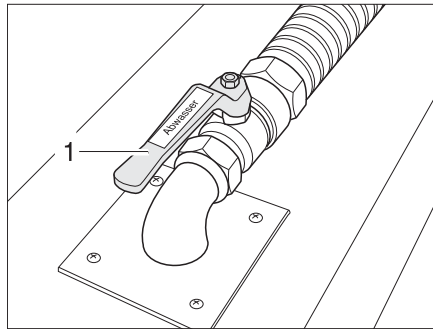

Bild 287 Avloppsventil
Avloppsventilen (Bild 287,2) sitter i dubbelgolvet. Avtappningskranen är svart och märkt med texten "Abwasser" ("Avloppsvatten").
- Öppna avloppsventilen (Bild 287,1). Avloppsvattnet rinner ut.